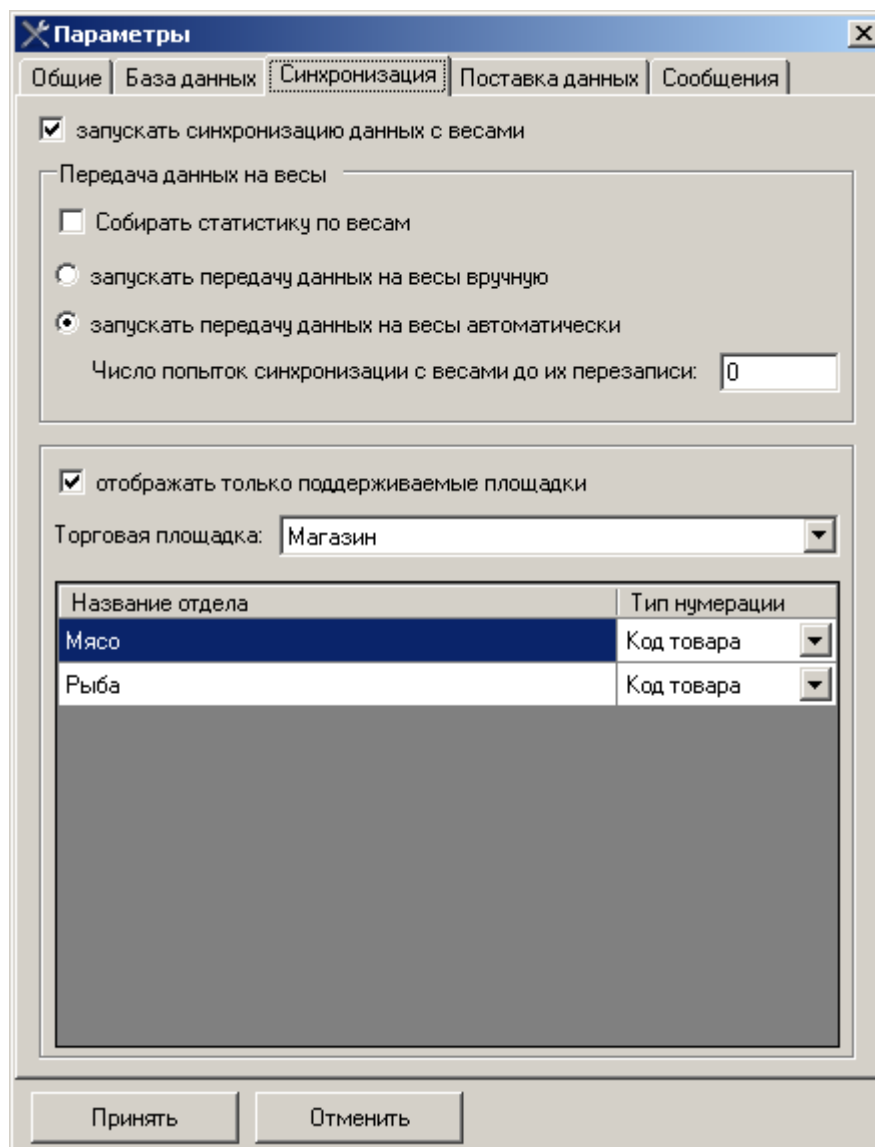

Рис. 14. Параметры «Менеджера весов», вкладка «Синхронизация»
1. Для настройки синхронизации менеджера весов с весами предназначена вкладка «Синхронизация» (Рис. 14).
7. Список отделов выбранной ТП отображается в виде таблицы с полями «Название отдела» и «Тип нумерации» (Рис. 14). Тип нумерации для отдела выбирается из раскрывающегося списка.